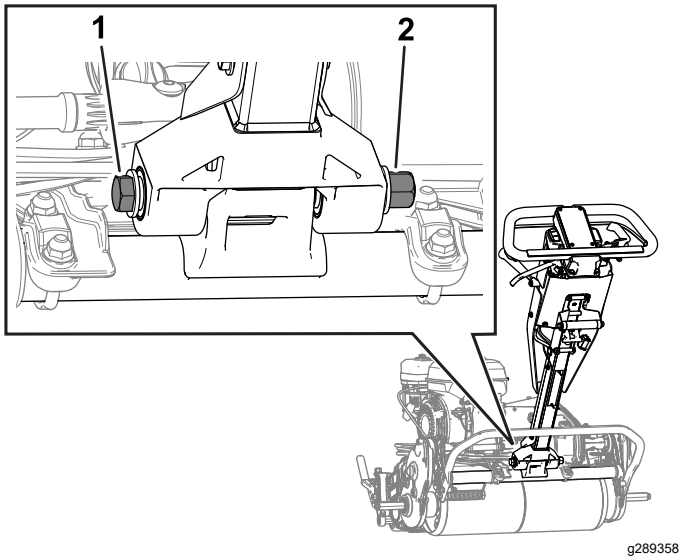

Figura 43
2. Afrouxe o parafuso e a porca conforme mostrado na Figura 43